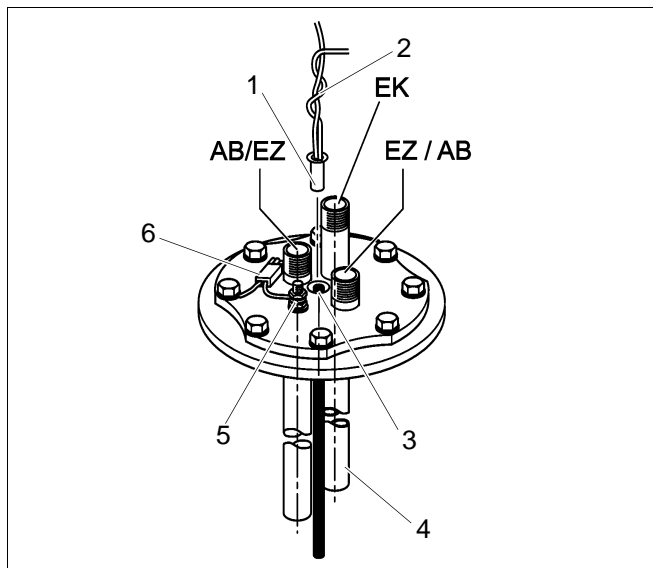

Fig. 10 Montaggio della sonda dell'acqua calda
- Spingere dentro la sonda (fig. 10, pos. 1) con il filo metallico di guida (fig. 10, pos. 2), fino all'arresto. Il filo metallico di guida si trova nel punto di misura MB.
Leggenda per fig. 10: